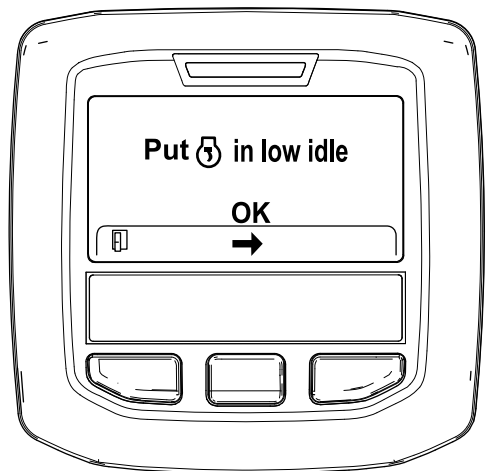

図 30
6. スロットルコントロールを低速アイドル位置にセットして、中央ボタンを押す 図 30。